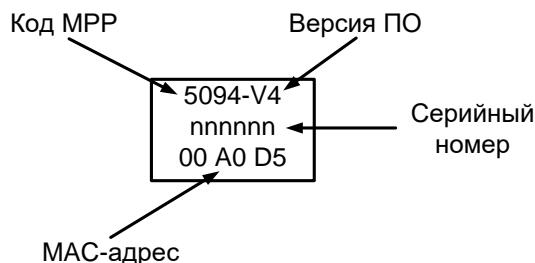

Рисунок 4
- В поле «**MAC адрес**» введите трехбайтовый MAC-адрес, напечатанный на шильдике (см. Рисунок 4).